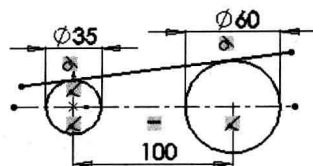

图 1-8 添加完几何关系后的草图
Step9 继续添加几何关系。重复 Step8，为直线和大圆弧添加“相切”几何关系，添加完几何关系后的草图如图 1-8 所示。